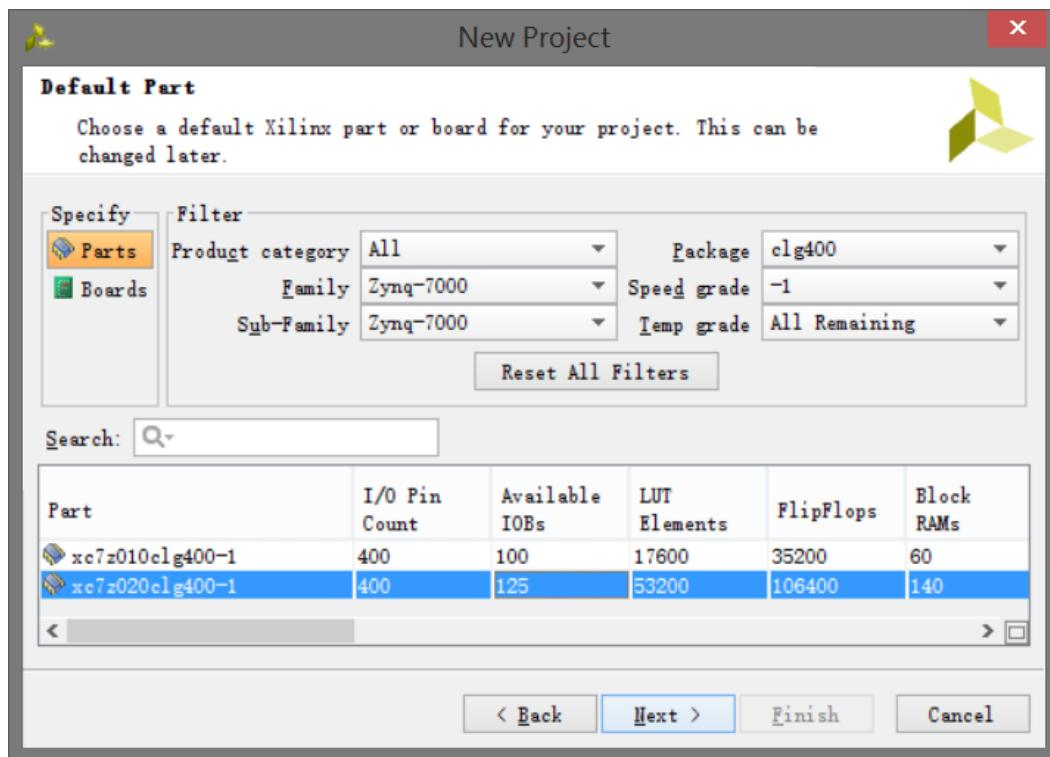

图 3-1-14 器件选型
(10) 在默认窗口中，选择 Parts 选项，在 Filter 部分的各种下拉菜单中，选择 XC7Z010CLG400-1。过滤条件在图 3-1-14 中列出，分别是：在 Family 中选择 Zynq-7000，在 Sub-Family 中选择 Zynq-7000，在 Package 中选择 CLG400，如果需要的话，继续在 Speed grade 中选择-1。选择完毕后单击 Next；